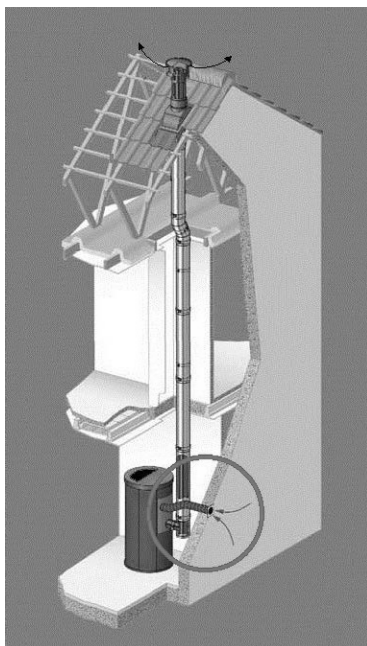

Fig. 11 - Installation en chambre étanche
- Utiliser un tuyau d'un diamètre minimum de Ø60 mm et d'une longueur maximale de 2 mètres; pour la fixation, voir derrière le poêle (voir **Fig. 11**).
- L'air nécessaire à la combustion est à prelever directement depuis l'extérieur (voir **Fig. 11**).